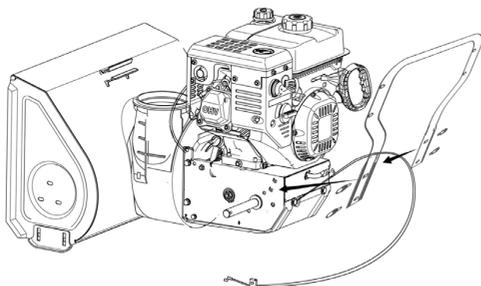

Рис. 4
**Установка нижней части рукоятки и колес (нет необходимости для моделей WB 5561 , WB 5561E) (рис. 4 и 5)**
- Установите нижнюю часть рукоятки с помощью болтов входящих в комплект поставки и затяните (рис. 4).